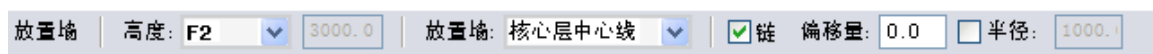

图 2-5
6) 进行墙体绘制之前还需设置绘图区域上方的选项栏 (如图 2-5 所示):
- (1) 单击“高度”后的选项, 选择“F2”, 即墙体高度为当前标高即 F1, 到设置标高 F2;
- (2) 修改定位线为“核心层中心线”。
- (3) 勾选“链”便于墙体的连续绘制 (如图 2-5 所示)。
**【注意】**当“墙”命令被激活后, 绘图区域上方将出现如图 2-5 所示的特定选项。